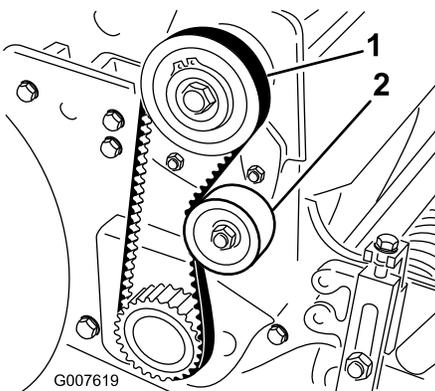

Figure 36
2. Contrôlez la tension en exerçant une force d'environ 18 à 22 N à mi-distance entre les poulies (Figure 36). La courroie doit présenter une flèche de 6 mm.
- A. Desserrez l'écrou de fixation de la poulie de tension et faites pivoter la poulie dans le sens horaire contre l'arrière de la courroie jusqu'à ce que vous obteniez la tension voulue (Figure 36).